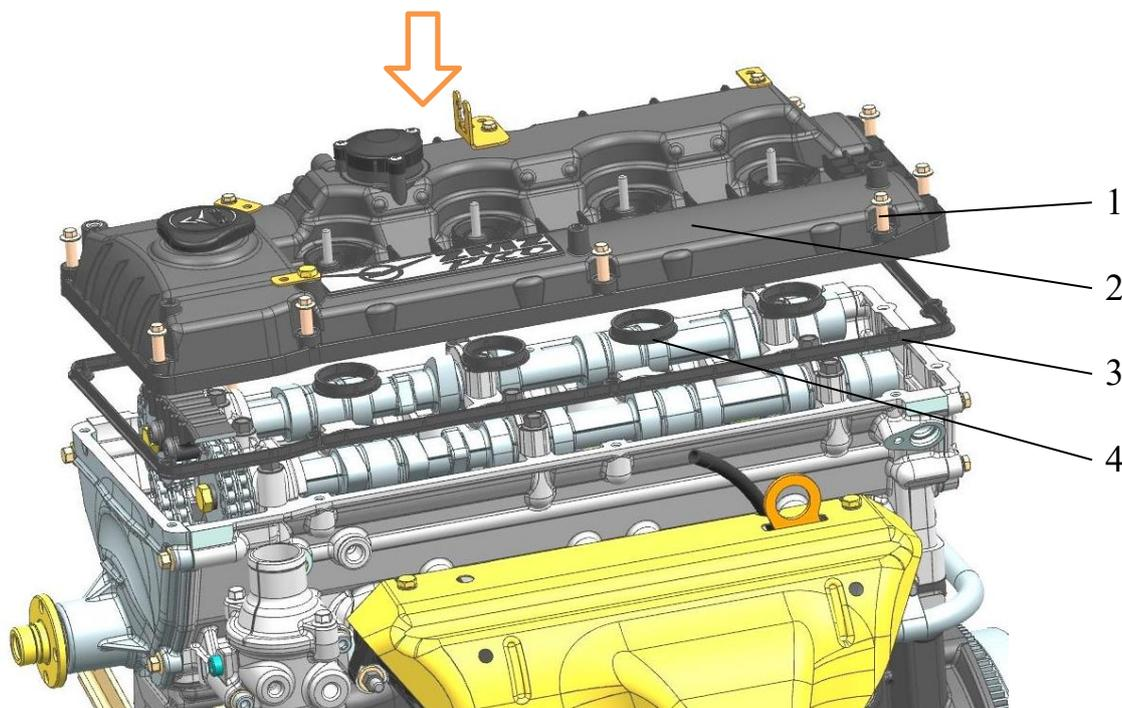
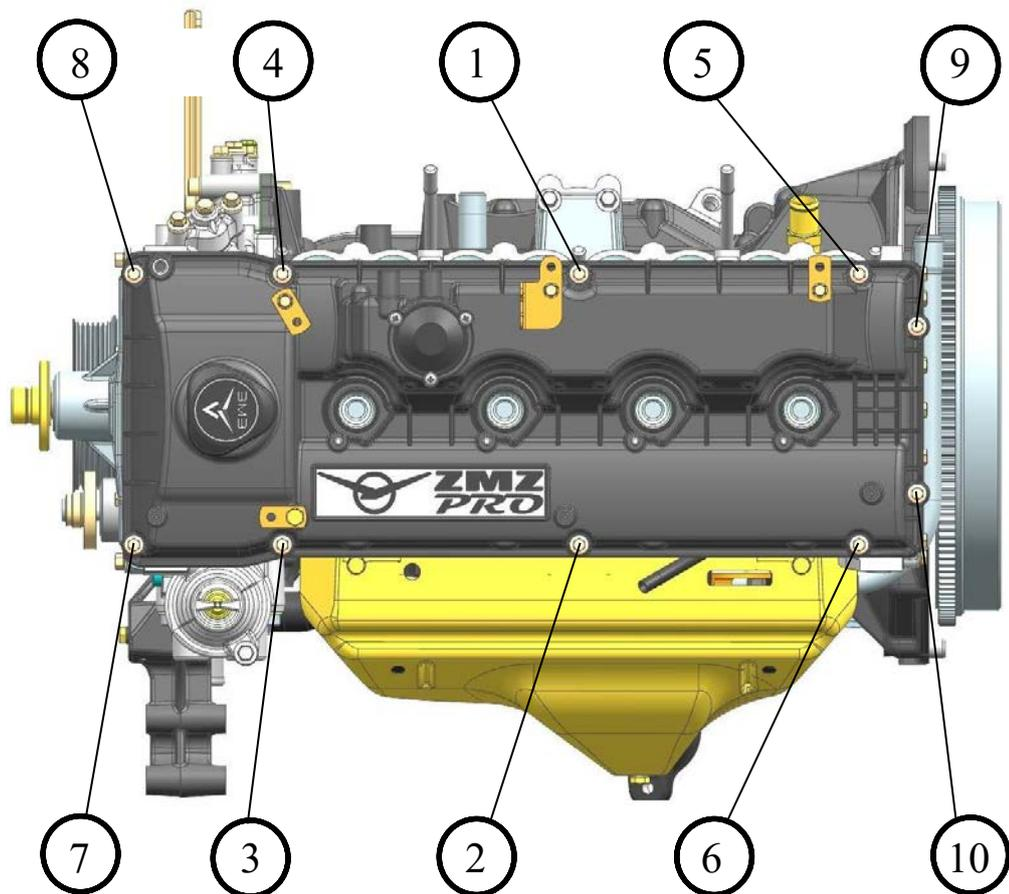

Рис.171. Установка крышки клапанов:
Рис.172. Последовательность затяжки болтов крышки клапанов
**24.** Установить и закрепить крышку клапанов 2 (рис.171) с прокладкой крышки 3 и уплотнителями свечных колодцев 4. Болты крышки клапанов завернуть моментом 4,9...6,9 Н·м (0,5...0,7 кгс·м) в последовательности в соответствии с рис.172.